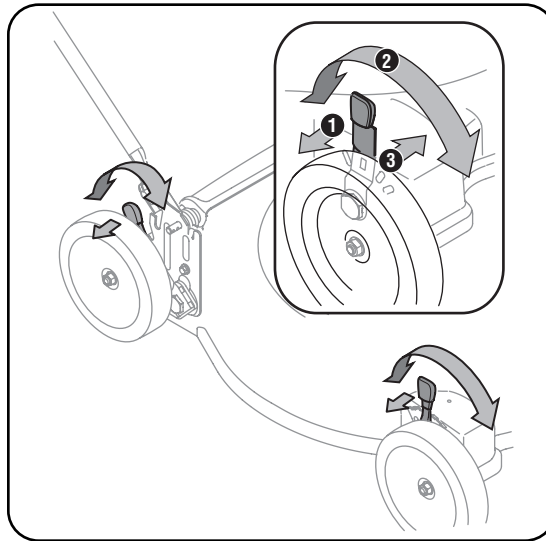

Figura 3-5
- b. Muévela a cualquier otra de las nueve posiciones para la altura de corte deseada. Vea la Figura 3-5.